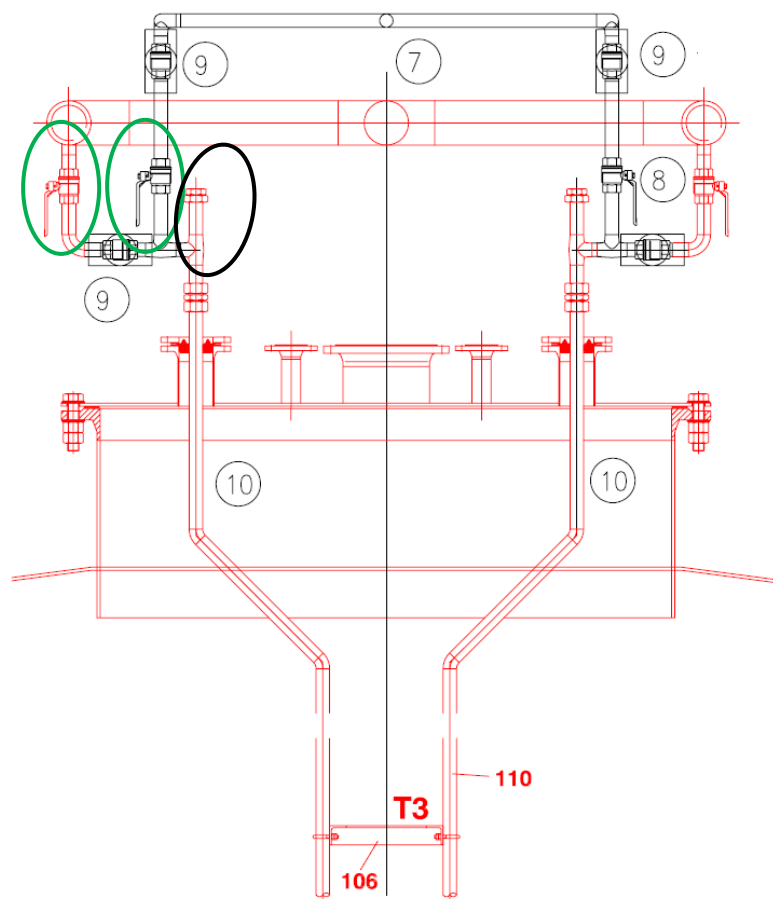

Figura 3. Esquema del sistema de vàlvules de les llances de biogàs
5. Un cop mostrades les llances a desembussar, l'operador explica breument quines vàlvules manuals han de tancar per tal de realitzar la neteja. A la figura 3 es mostra esquemàticament el sistema de vàlvules de les llances de biogàs.
A la figura 3 es mostra les vàlvules marcades en verd que s'han de tancar per realitzar la neteja i el tap que ha de retirar manteniment (negre). Un cop la llança està neta, les vàlvules s'han de deixar obertes i el tap posat.
1. L'operari de l'empresa de neteja desembussa les llances i actua sobre elles segons la figura 3.